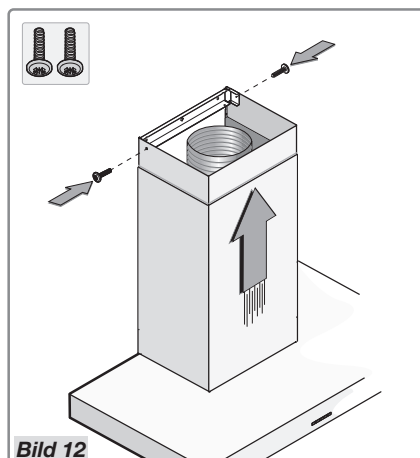

Bild 12
- Placera den övre trumman i den undre trumman och sätt den på fläktens kapsling. Skjut den övre trumman mot konsolen och säkra den med de två skruvarna (Bild 12).